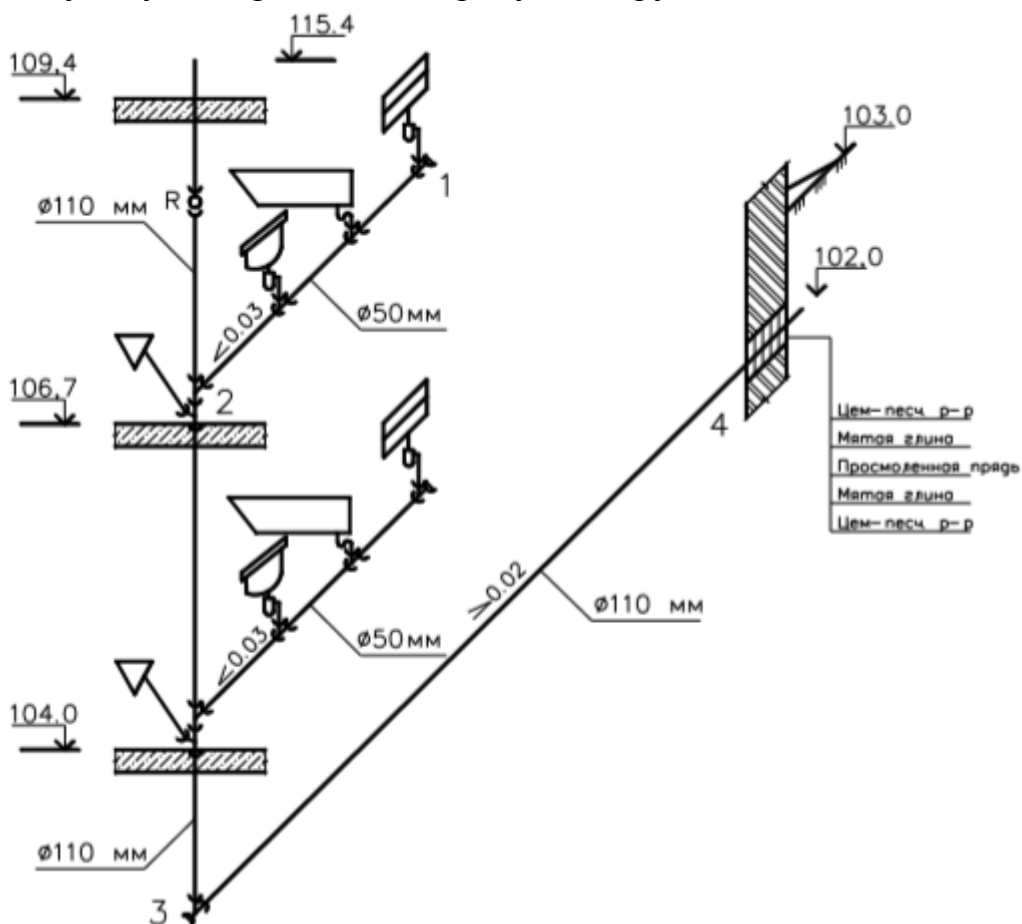

Рисунок 1 – Аксонометрическая схема внутренней канализации
2. На план подвала наносят стояки, горизонтальные трубопроводы (выпуски), соединяющие ряд стояков с колодцем дворовой (внутриквартальной) канализации, показывая на этих участках необходимые прочистки, указывают диаметр, уклон и длину на всех участках трубопроводов (рисунок 1).
Аксонетрическую схему внутренней канализации К1 выполняют во фронтальной изометрии с левой системой осей. Аксонетрическая схема внутренней канализации вычерчивается только для одной секции (см. рисунок 1).